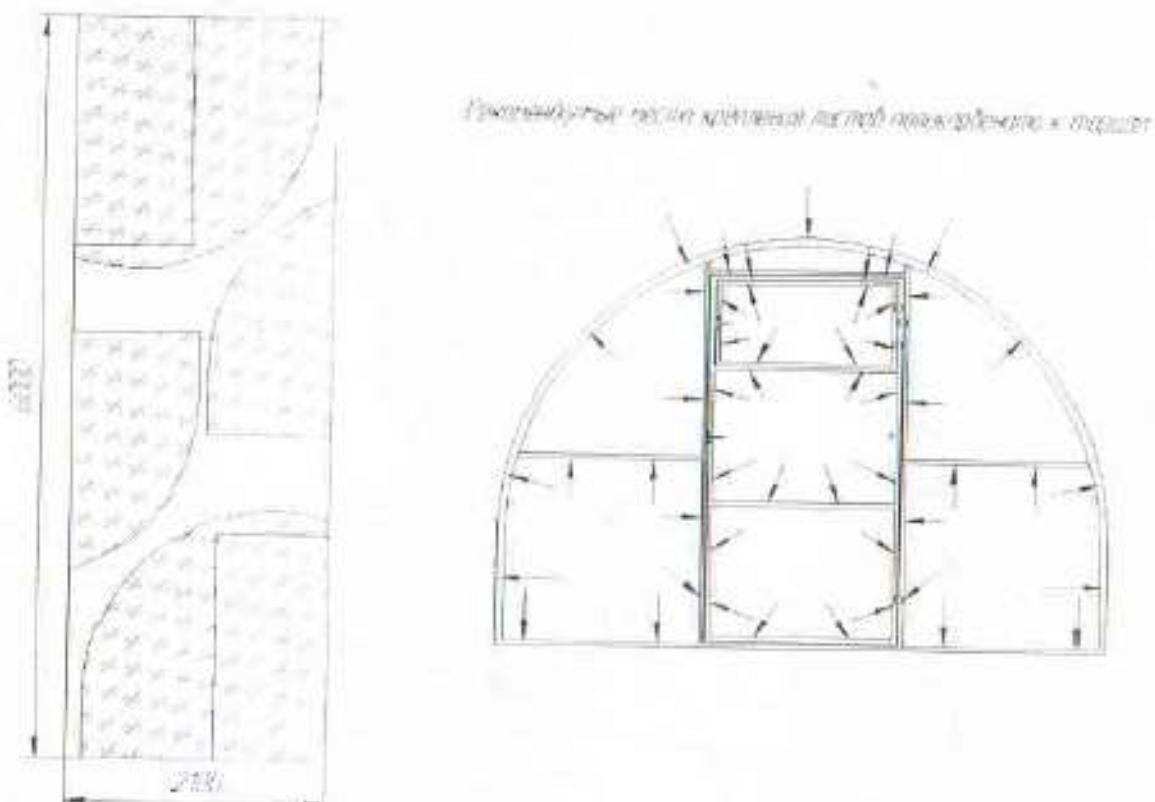

Рис. 1
5.1 Перед сборкой теплицы необходимо закрепить листы поликарбоната на торцах. Раскрой и рекомендуемые места крепления показаны на рис. 1. При установке